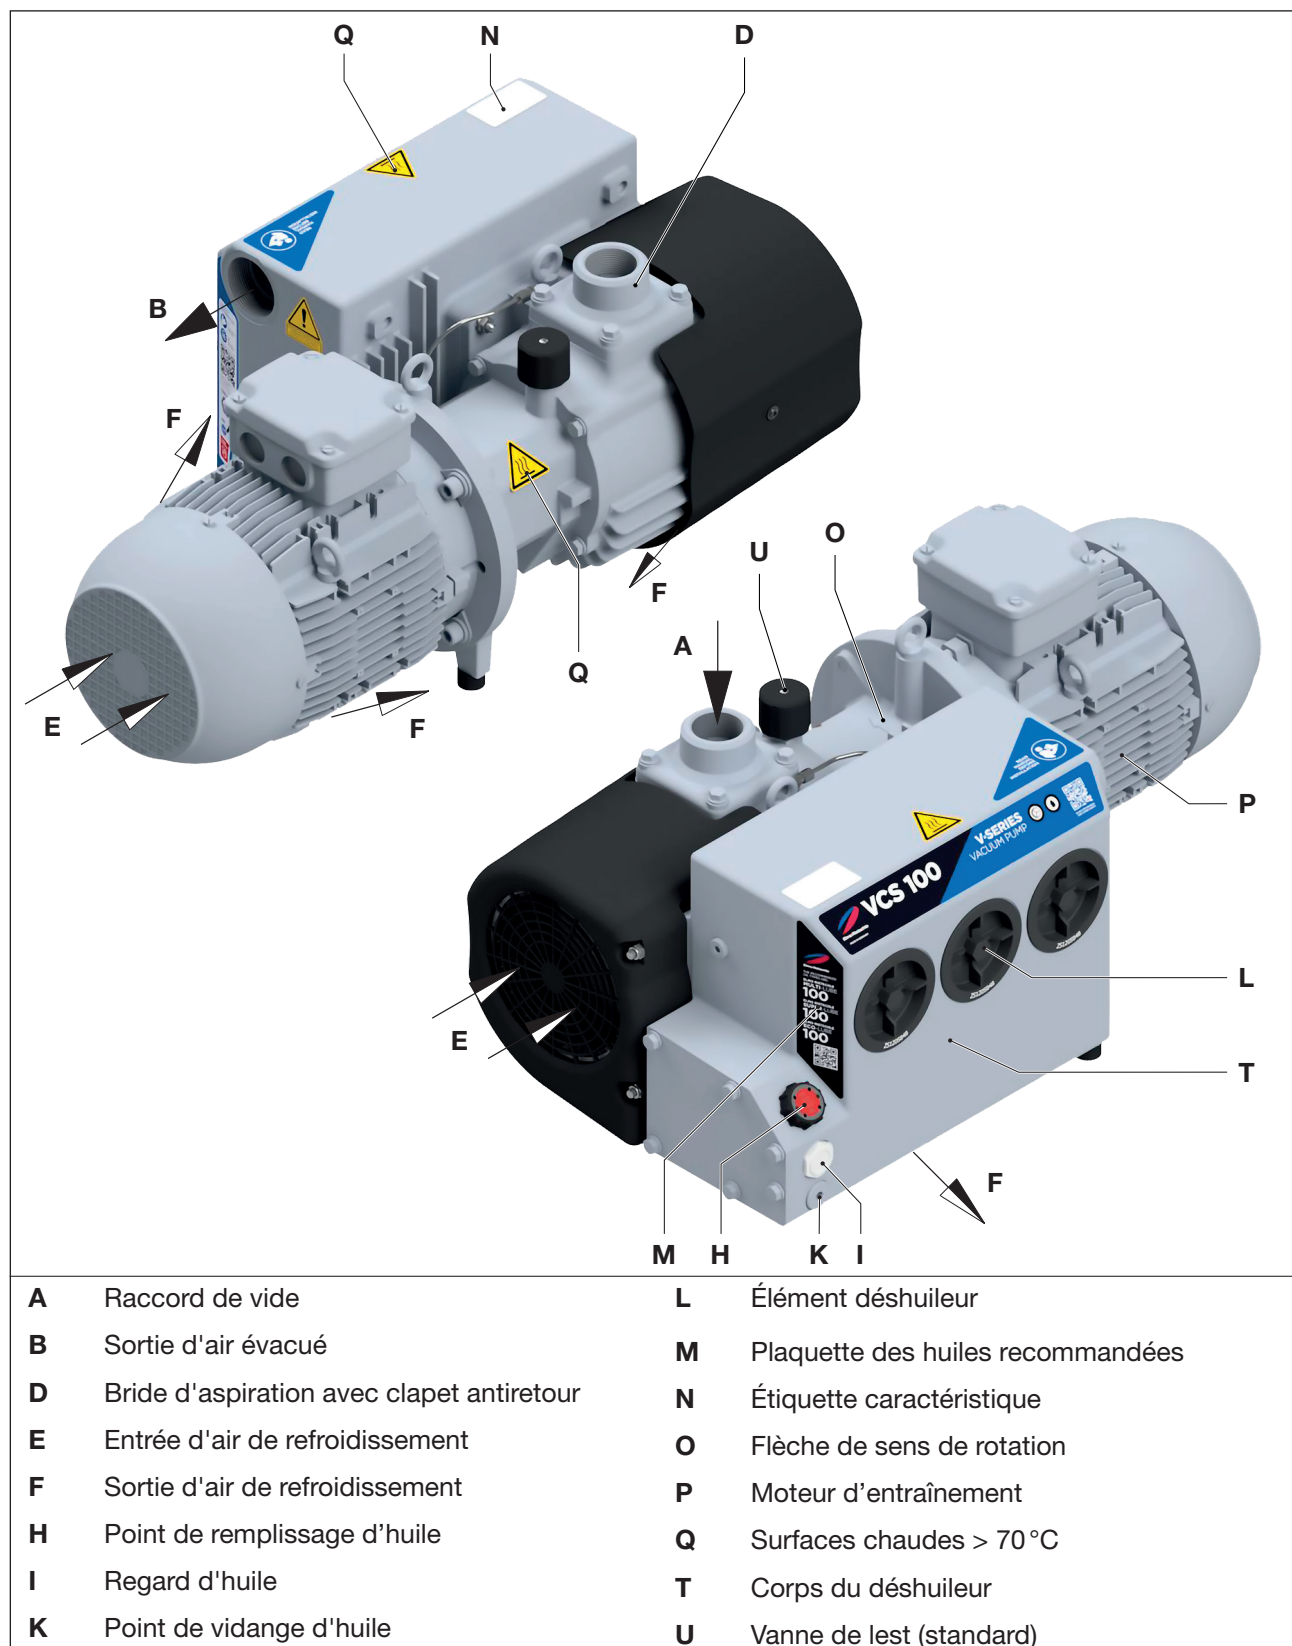

Fig. 2 Pompe à vide V-VCS 100 / 150
Une vanne de lest de série (Fig. 2/U) empêche la condensation de petites quantités de vapeur d'eau à l'intérieur de la pompe lorsque la pompe est à température de service. La compatibilité avec la vapeur d'eau peut varier en fonction de l'exécution de la pompe (voir Info I200).
- la bride d'aspiration (Fig. 2/D), le point de remplissage d'huile (Fig. 2/H), le regard d'huile (Fig. 2/I), la vidange d'huile (Fig. 2/K), le lest d'air (Fig. 2/U) et le corps du déshuileur (Fig. 2/T) doivent être facilement accessibles.
Le raccord de vide (Fig. 2/A) se trouve sur la bride d'aspiration (Fig. 2/D).
- Retirez l'obturateur du raccord d'aspiration (Fig. 2/A) et de la sortie de l'air évacué (Fig. 2/B).
- Raccordez la tuyauterie au raccord de vide (Fig. 2/A).
- L'air aspiré peut être refoulé soit à la sortie de l'air évacué (Fig. 2/B) soit par le biais d'un flexible ou d'une tuyauterie.